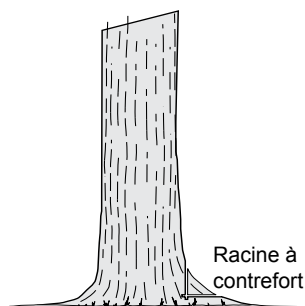

Fig. 27
- > Retirez le morceau que vous venez de scier de la zone de travail. Respectez correctement le processus d'abattage après retiré les grosses racines à contrefort (Fig. 27).